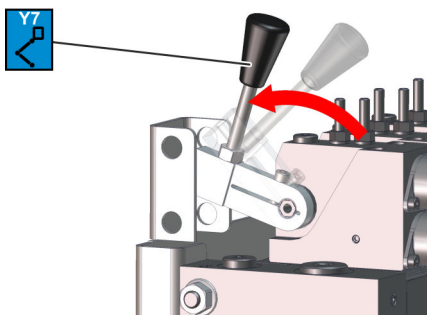

Abb. 167: Ventil Y7
4. Das Ventil (Abb. 167/Y7) nach oben ziehen.